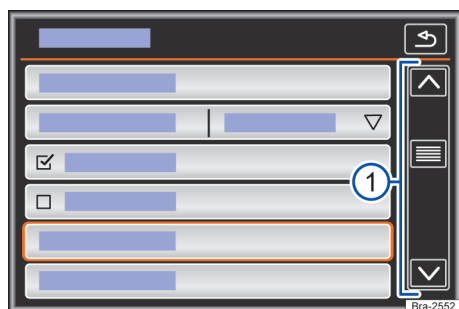

Fig. 118 Representación esquemática: entradas de lista, menú de configuraciones.
Si en una vista de lista hay más registros seleccionables de los que se puede ver, se muestran botones de función para desplazar o una barra de desplazamiento a la derecha en la imagen → fig. 118 ①.
Se puede acceder a las entradas de la lista mediante un toque directo en el display, o por medio de la tecla de regulación → fig. 118 ①.